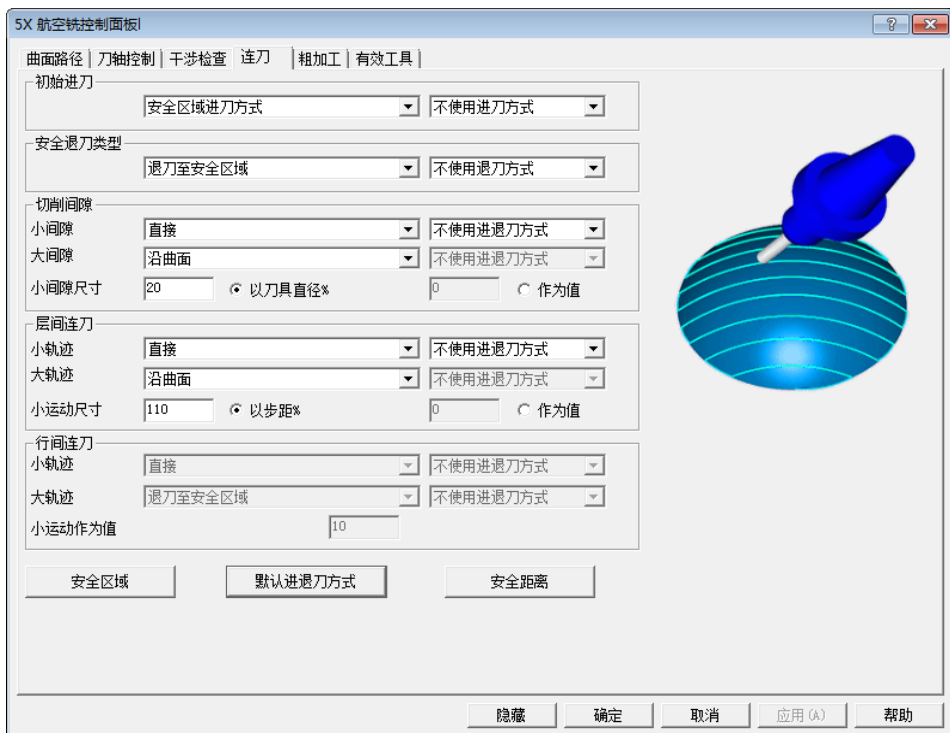

图 5-163 “连刀”选项卡 (2)
- 选择“连刀”选项卡, 设置相关参数如图 5-163 所示, 单击“确定”按钮退出“5X 航空铣控制面板”对话框。